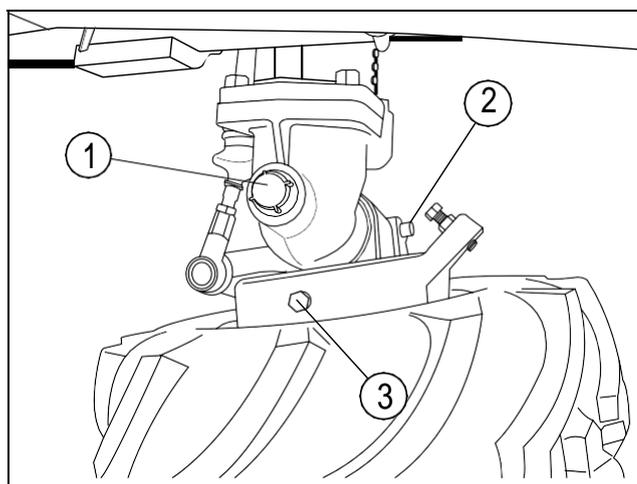

FIG. 5-11
FIG. 5-11: Aparque el tractor en un suelo plano y abra el capó. Retire el filtro de aceite (1) en la parte superior del eje delantero izquierdo. Retire el tapón (3) en la parte superior de la caja final de los dos lados para dejar salir el aire del eje delantero. Compruebe si el nivel de aceite está a la mitad del cárter del eje delantero. Si el nivel de aceite está más bajo, añada aceite hasta llegar a medio nivel del eje delantero.